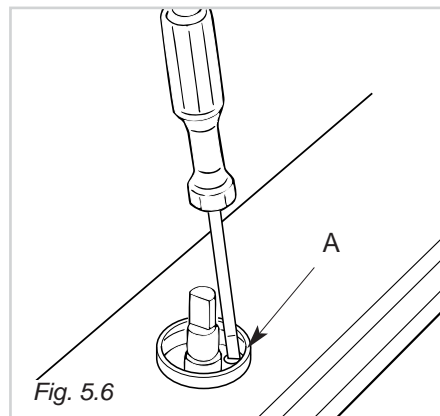

Fig. 5.6
**Voor kranen met een stelschroef op het kraanlichaam (afb. 5.6):**